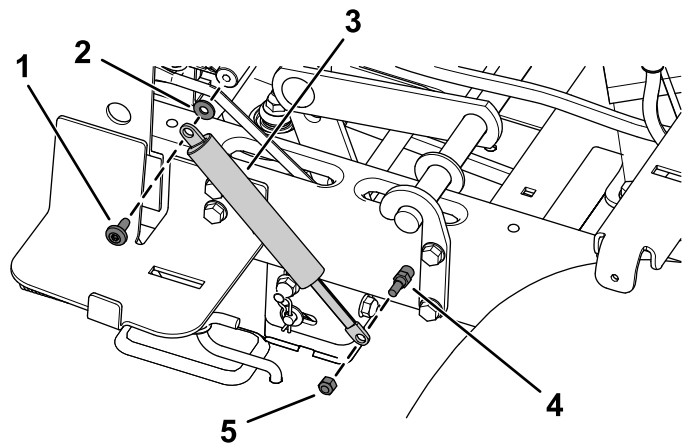

Figura 4
3. Retire el tornillo de cuello largo y la arandela que fijan la parte superior del amortiguador (Figura 4).
4. Mientras sostiene el espárrago del amortiguador en su lugar con una llave, retire la contratuerca (1/4") que fija la parte inferior del amortiguador (Figura 4).
5. Fije la parte superior del nuevo amortiguador con el tornillo de cuello largo y la arandela que retiró anteriormente (Figura 4).
6. Fije la parte inferior del nuevo amortiguador con la contratuerca que retiró anteriormente ($\frac{1}{4}$ "), tal y como se muestra en la Figura 4.